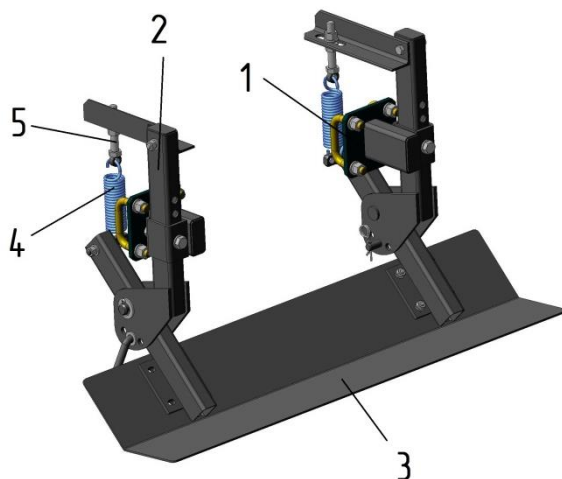

Рисунок 11 – Планка выравнивающая (вариант поставки)
3.10 Планка выравнивающая (рисунок 11) выравнивает гребнистость гряды без образования формы гряды.